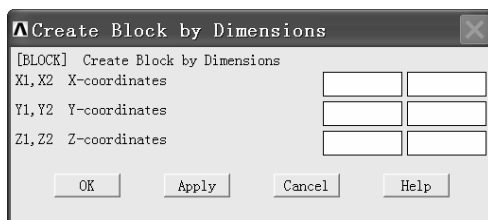

图 1-19 “Create Block by Dimensions”窗口
(1) 依次选择 Main Menu>Preprocessor>Modeling>Create>Volumes>Block>By Dimensions，出现“Create Block by Dimensions”窗口（见图 1-19）。